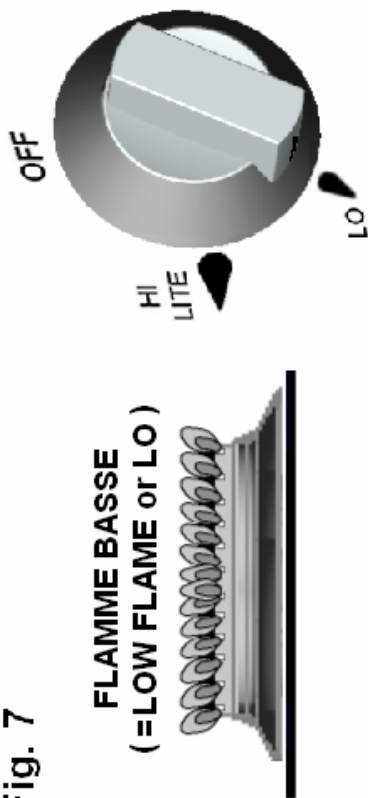

Fig. 6
3. Pour allumer : Enfoncer le bouton de commande et tourner dans la position 'LITE' (Fig.6). Approcher une allumette enflammée ou un allume-feu du brûleur tout en maintenant le bouton enfoncé pendant environ 10 à 15 secondes pour permettre à la sonde thermocouple d'atteindre la température voulue, puis relâcher le bouton. Si la flamme s'éteint au moment de relâcher le bouton, répéter cette opération en maintenant le bouton enfoncé un peu plus longtemps.